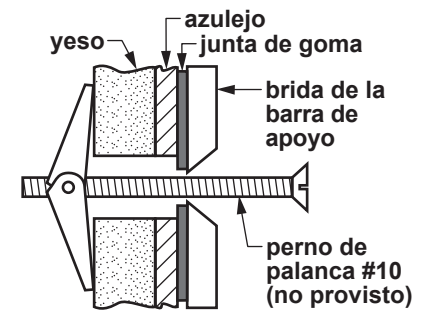

Figura 4:
- c. **Montaje del perno del palanca (ningún montante de madera) en la pared de azulejos o la pared sin azulejos:** Véase la figura 4. Taladre $\frac{1}{2}$ " diámetro con una broca de albañilería a través de la pared exterior o los azulejos y los paneles de yeso.